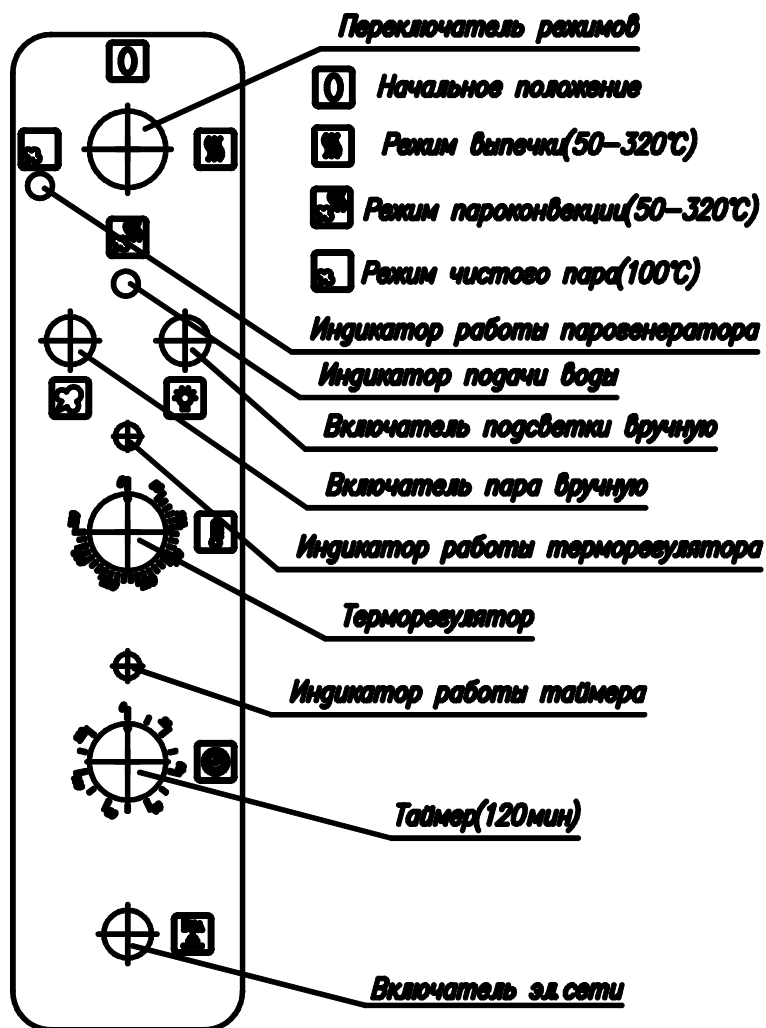

Рис. 1
5.1. Элементы управления указаны на рис.1. Основные части изделия указаны на рис.2 и перечислены в таблице 1.
7.5. Подсоединить заземление корпуса установки (22) рис.1 к заземляющему контуру помещения согласно ГОСТ 27570.0-87.
8.3. Установка работает в трех режимах приготовления пищи, режимы задаются с помощью элементов управления см.рис.1.
- 8.4.1. Включить подачу электрического тока, нажав выключатель электросети (см. рис.1).
- 8.5.1. Включить подачу электрического тока, нажав выключатель электросети (см.рис.1).
8.6.1. Включить подачу электрического тока, нажав выключатель электросети (см.рис.1).
автоматически отключаются, гаснет индикатор работы парогенератора и загорается индикатор подачи воды рис.1.